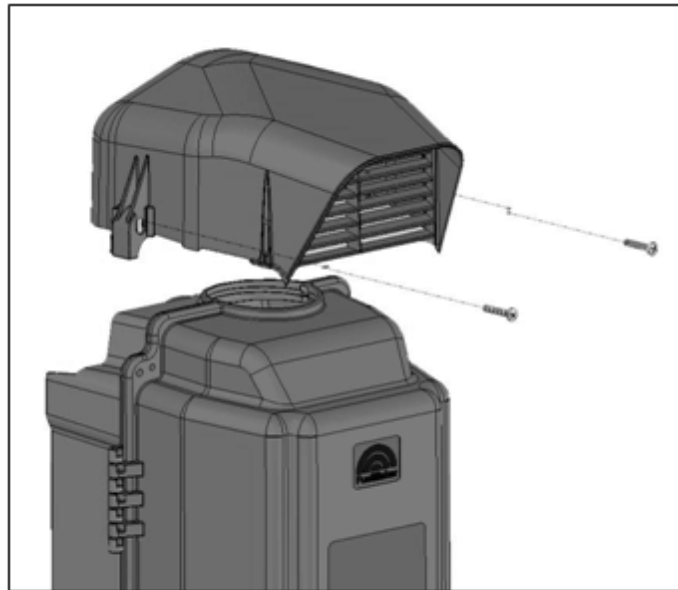

Abbildung 13: Außeninstallation Kühlluftablass
1. Befestigen Sie mit den mitgelieferten Schrauben den Kühlluftablass oben am Gehäuse (siehe Abbildung 13).